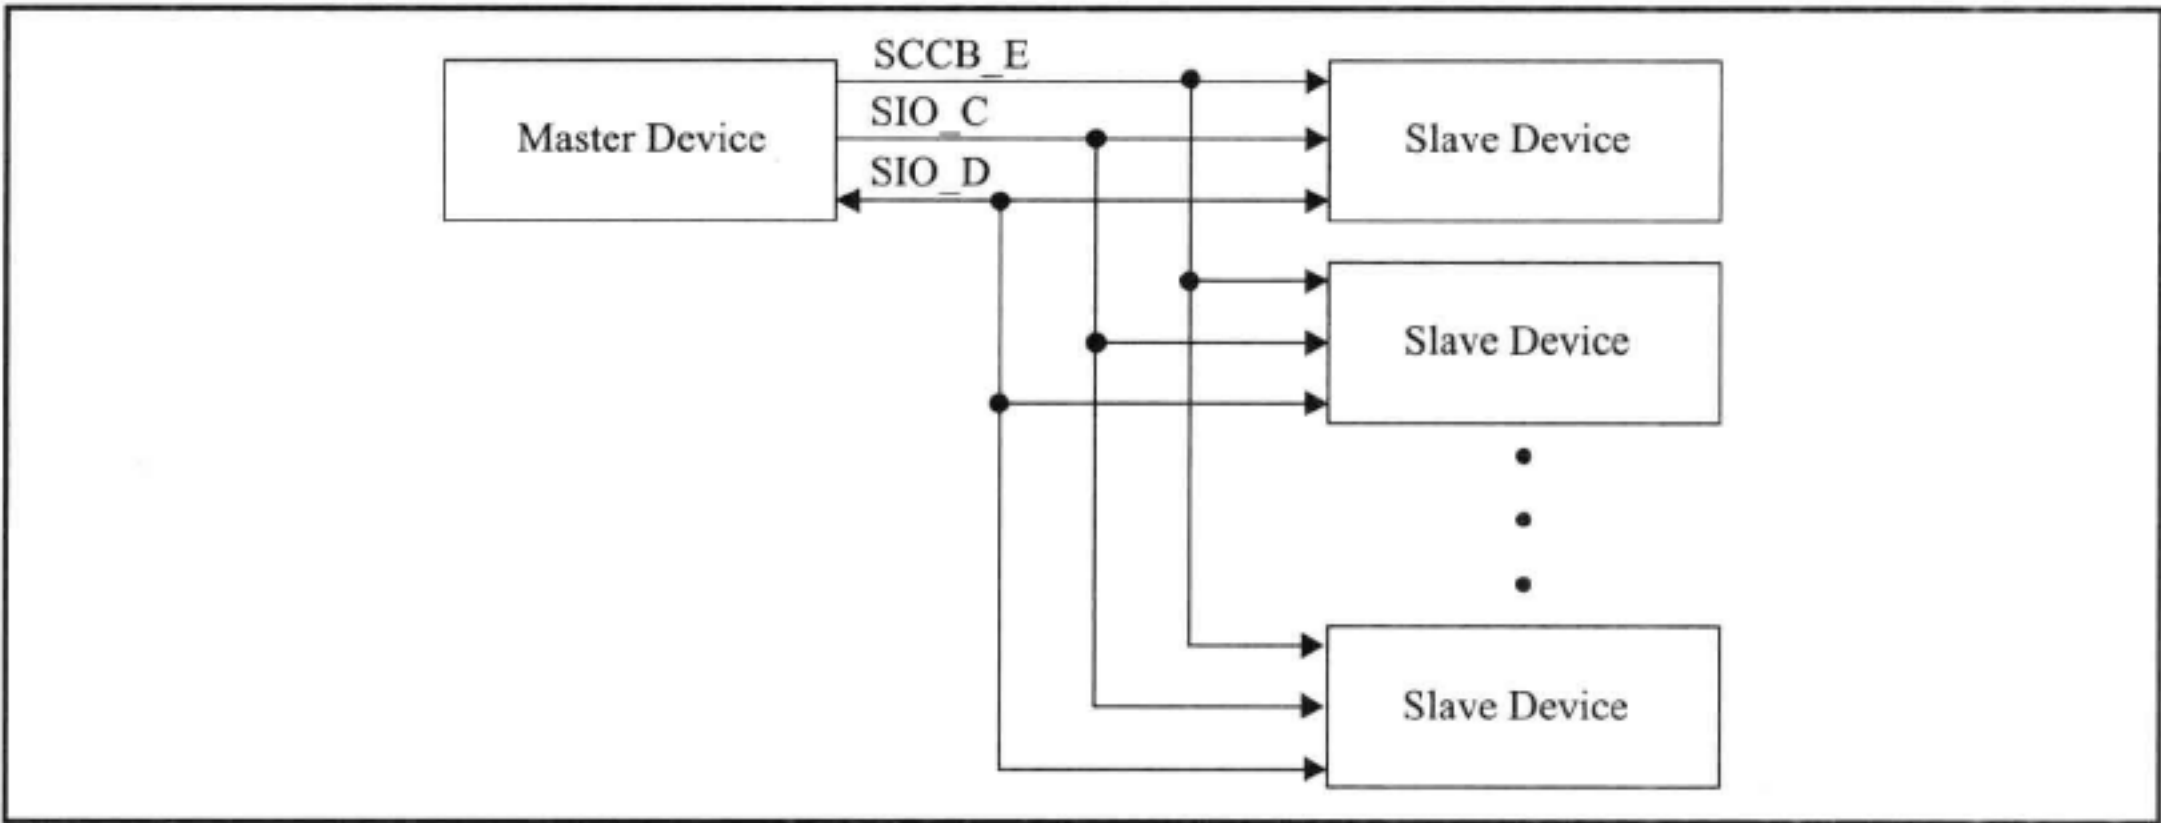

图 23-3 3 线 SCCB 设备连接范例
□ 标准的 3 线 SCCB 接口定义见表 23-2 和图 23-3。